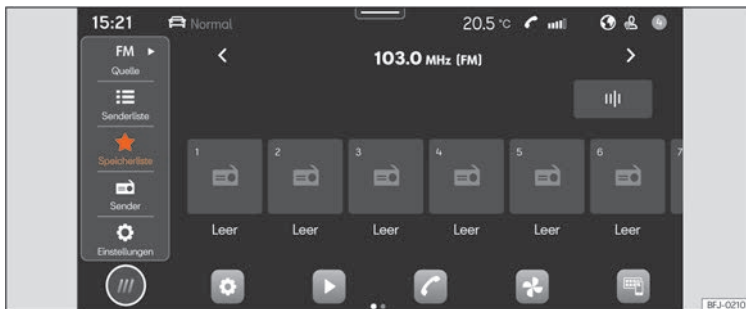

Abb. 154 Schematische Darstellung: Ansicht Radio
- Drücken Sie **HOME** > > **Abb. 154**.